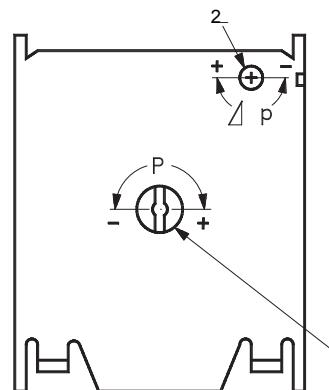

Abb. 6
A = Anzahl Umdrehungen an der Ausschaltdruck-Schraube (Pos. 1), Abb. 6.
- Den Wert auf der Nummerlinie ablesen. Dieser Wert entspricht der Anzahl der Umdrehungen an der Differenzdruck-Schraube (Pos. 2), Abb. 6.